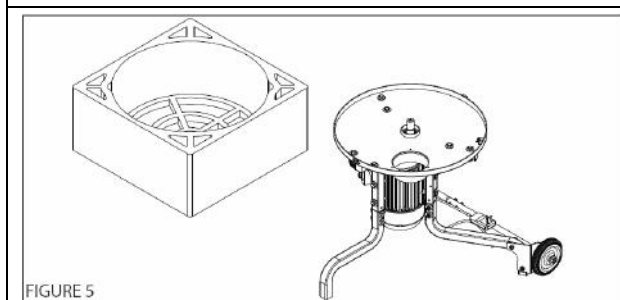

FIGURE 5
5. Motor / Federpfannen-Einheit aus der Styroporform nehmen und auf die Beine stellen (**FIGURE 5**).